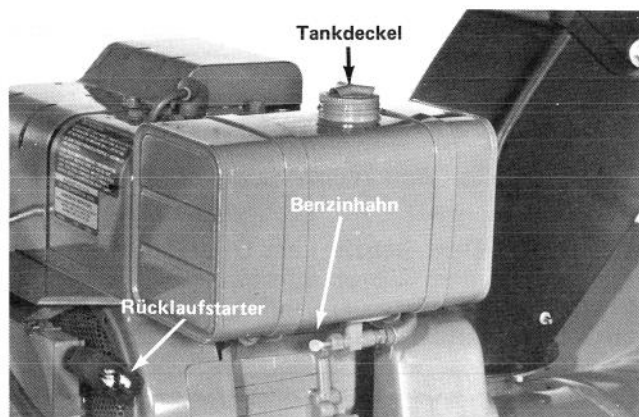

Abb. 18
Benzinhahn (Abb. 18) — Damit wird die Benzin-zufuhr vom Tank zum Vergaser unterbrochen bzw. freigegeben.
Rücklaufstarter (Abb. 18) — Zum Starten des Motors den Startergriff kräftig herausziehen.
3. Den Benzinhahn öffnen (Abb. 18).
6. Den Startergriff (Abb. 18) langsam herausziehen, bis er einrastet. Dann den Motor mit einem kräftigen Armzug anwerfen. Wenn beim Starten des Motors Kraftstoff aus dem Vergaser tropft, erhält der Motor zuviel Benzin. Daher den Chokehebel ganz nach oben schieben und mehrmals am Starterseil ziehen.